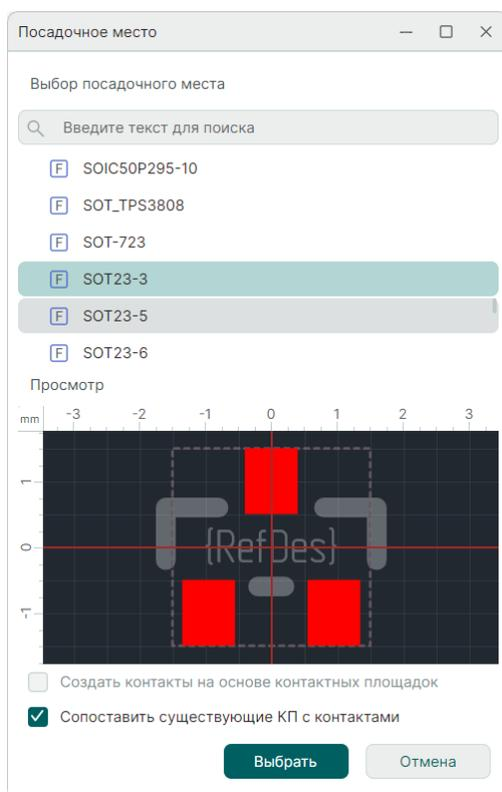

Рис. 254 Выбор библиотечного посадочного места
1. Выберите посадочное место из списка, см. Рис. 254.